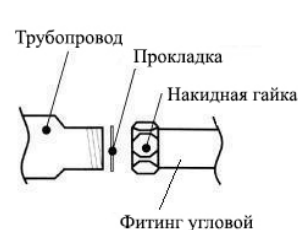

Рис.4
4.7. Соединение полотенцесушителя с трубопроводами следует производить нержавеющими фитингами или хромированными латунными фитингами. Уплотнение производить с помощью прокладок, как показано на Рис.4. Перед установкой полотенцесушителя убедитесь в отсутствии заусенцев и острых кромок на торце изделия и подводящих трубопроводов. При необходимости обработайте торцы напильником с мелкой насечкой. Допускается присоединение полотенцесушителя с помощью муфт. При этом уплотнение достигается подмоткой под резьбу ленты ФУМ или льняного волокна, как показано на Рис 5.